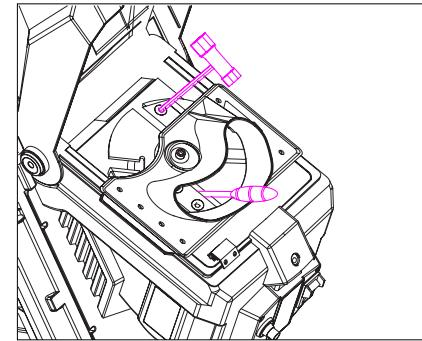

Fig. 10
- En portant des gants de protection, utilisez un tournevis (non fourni) pour tenir la plaque de lame, puis utilisez l'extrémité hexagonale de la clé à douille fournie pour desserrer et retirer la première vis à tête creuse hexagonale (fig. 10).